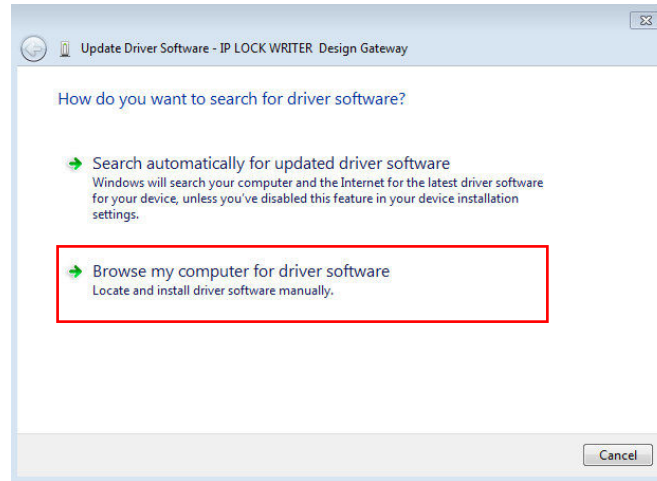
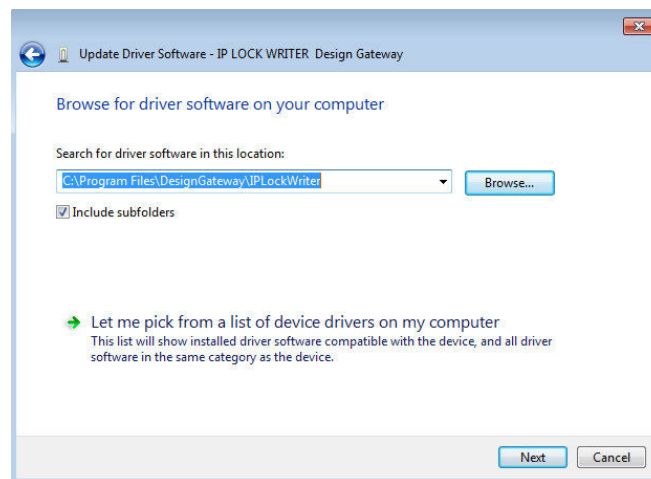

図 17 ドライバの検索
図 18 デバイスドライバ格納先を指定
5. 図 17 のような画面が出てきますので、下の「コンピューターを参照してドライバーソフトウェアを検索します」を選択し、ソフトウェアをインストールしたフォルダ (C:\Program Files\DesignGateway\IPLockWriter) を選択します (図 18)。Windows セキュリティの警告が出ることがありますが、インストールを続行してください。